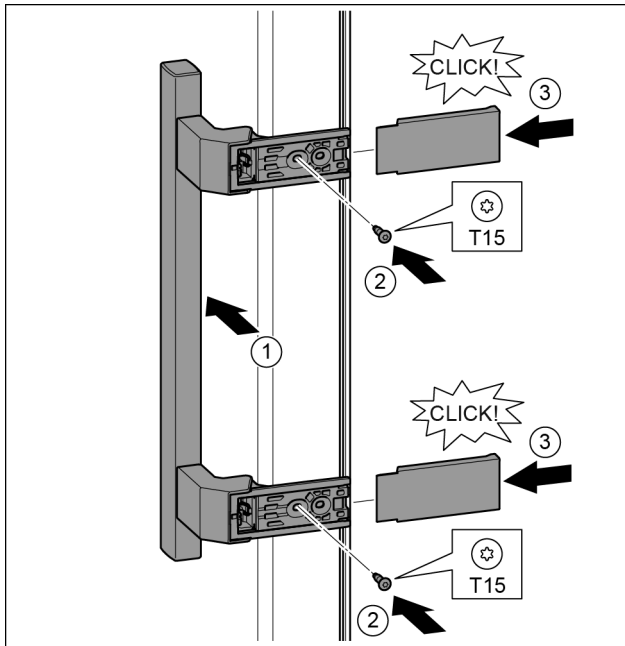

Fig. 34
- Coloque el tirador en el lado opuesto. Fig. 34 (1)
- Atornille los tornillos con el destornillador T15. Fig. 34 (2)
- Coloque y desplace lateralmente las cubiertas. Fig. 34 (3)